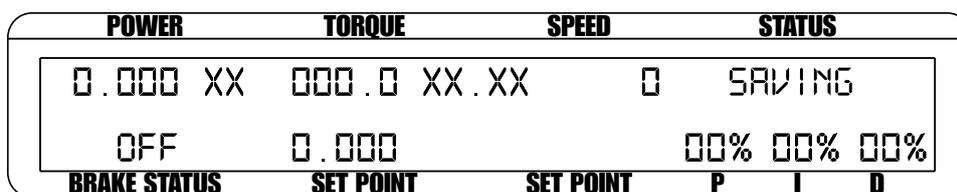

Figure 2-3 Menu des fonctions de sauvegarde
1. Appuyer deux fois de suite sur SHIFT. Le mot “SAVING” sera affiché, tel que le montre la figure 2-3 Menu des fonctions de sauvegarde.